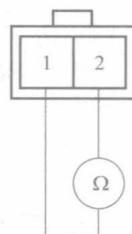

图 2-4 倒车灯开关 2 针插接器
- 2) 检查倒车灯开关 2 针插接器 1 号端子和 2 号端子之间是否导通，如图 2-4 所示。当变速杆置于倒档时应导通。如果结果显示有故障，则转至步骤 3)。